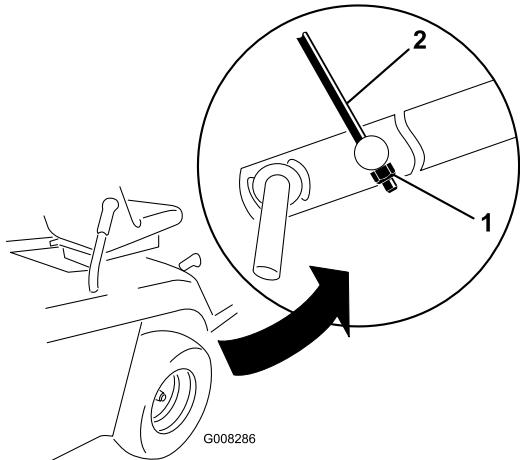

Bild 40
9. Stellen Sie die M8-Sicherungsmuttern am Ende der Höheneinstellungsstange so ein, dass die Stange etwas angespannt ist (Bild 40).